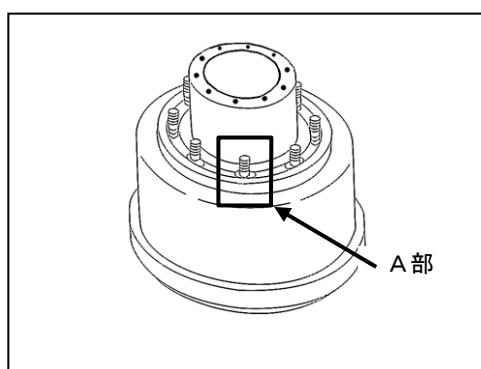

図 1 ハブ、ドラム
1. ハブの摩耗部と未摩耗部との段差 (図 1 の A 部) をシックネスゲージにて測定する。